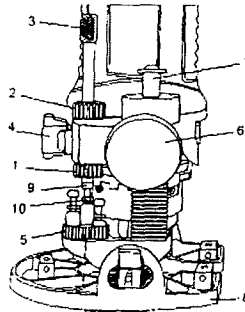

Fig. 17
1. Gire la tuerca de sujeción del medidor de profundidad inferior (1) hasta el fondo de la barra, y la tuerca del medidor de profundidad superior (2) hasta el tope de la barra (3) (vea la fig. 17).
2. Oprima el botón de cierre rápido del medidor de profundidad (4) y suba la barra del medidor de profundidad al máximo, soltando luego el botón.
3. Gire el revólver penetrante (5) hasta que el tornillo más corto del medidor quede bajo la barra del medidor de profundidad.